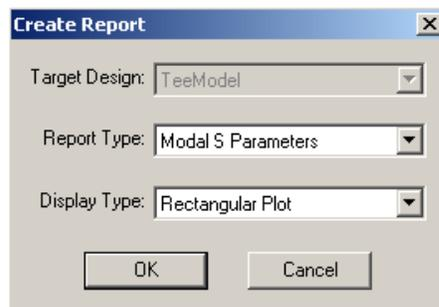

Рис. 13.11. Диалог вывода характеристик
2. Нажмите **Modal S Parameters** в списке **Report Type** (рис. 13.11).